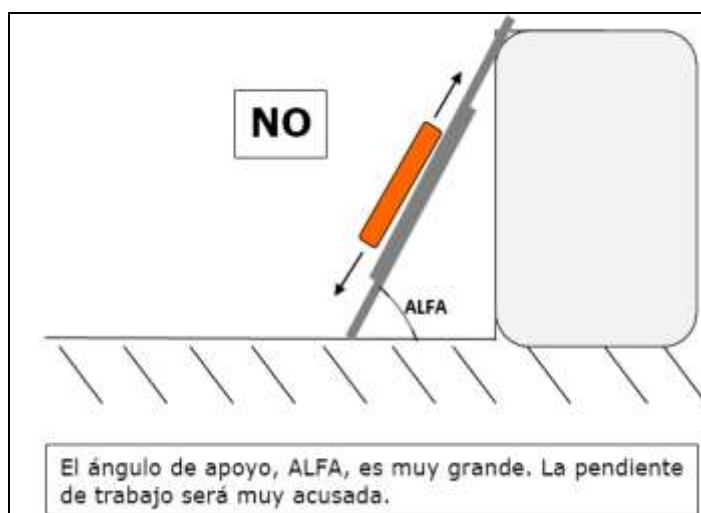

Figura 2.
- Si el ángulo es muy grande, la escalera quedaría muy empinada y nos proporcionarían una pendiente de trabajo muy acusada (Figura 2).